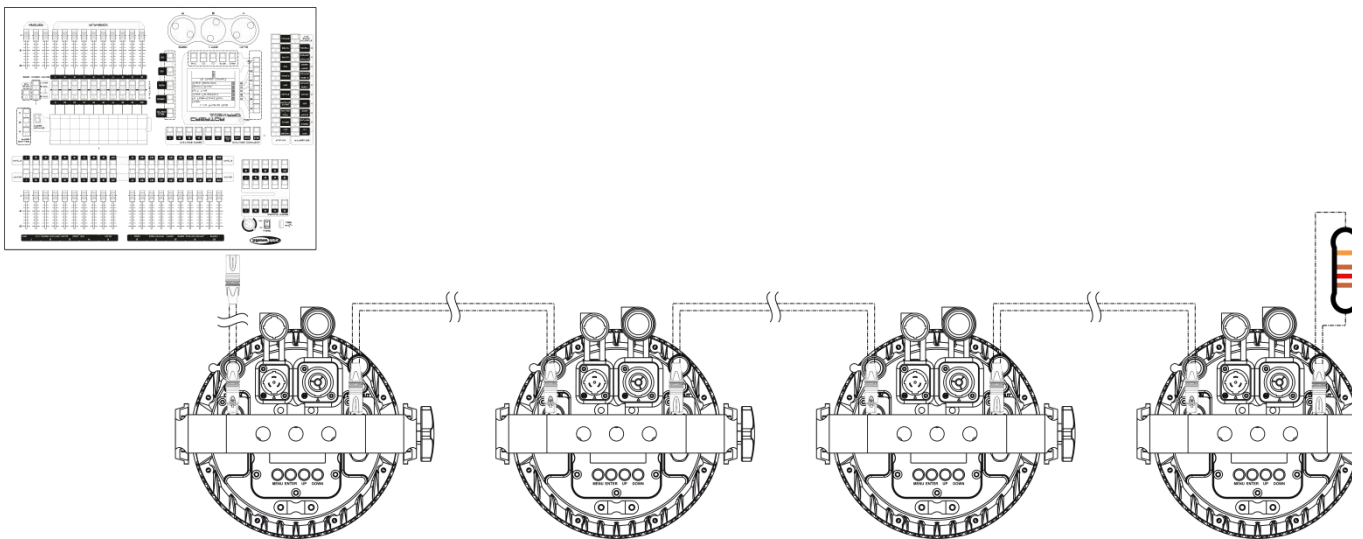

Fig. 04
- 04) Collegare le unità come indicato nella fig. 04. Collegare la presa DMX "out" della prima unità alla presa DMX "in" della seconda unità, servendosi di un cavo di segnale DMX. Ripetere questo processo fino a collegare la seconda, la terza e la quarta unità.